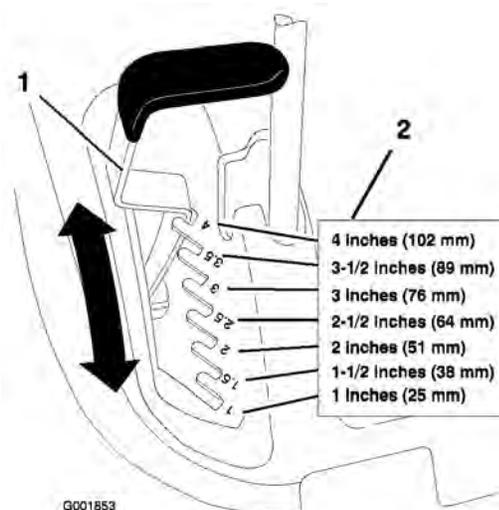

Figure 12
1. Relevez le levier de sélection de hauteur de coupe en position de transport, qui correspond aussi à la hauteur de coupe de 108 mm (4 pouces) (Figure 12).
2. Pour régler la hauteur de coupe, tirez sur le levier de hauteur de coupe et sélectionnez la position souhaitée (Figure 12).